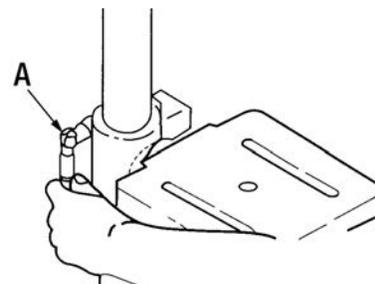

FIGURE 12
10. Trouvez la poignée de verrouillage (A) Fig.12 dans le sac des pièces et serrez à la main.